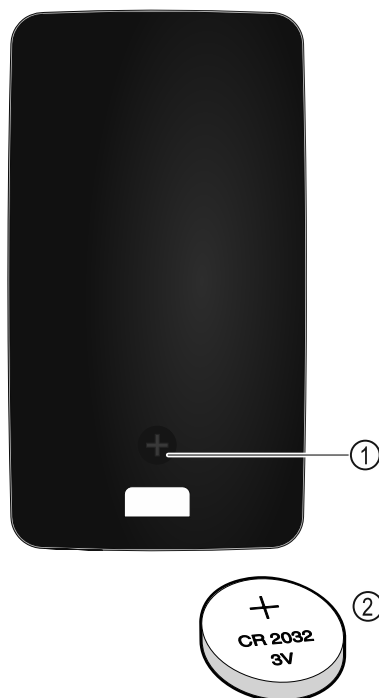

Fig. 230
Il telecomando è alimentato da una batteria CR 2032 da 3V Fig. 230 (2), disponibile presso i rivenditori specializzati.
- ▶ Svitare la vite Fig. 230 (1) sul retro del telecomando.